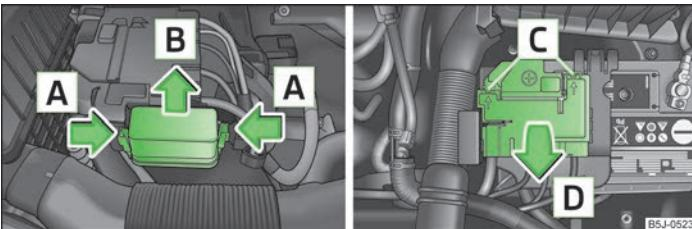

Fig. 144 Batería del vehículo: Tapa de la caja de fusibles
- Apretar el estribo de seguridad de la cubierta de la caja de fusibles simultáneamente en el sentido de la flecha **A** » fig. 144 retirando la cubierta en el sentido de la flecha **B**.